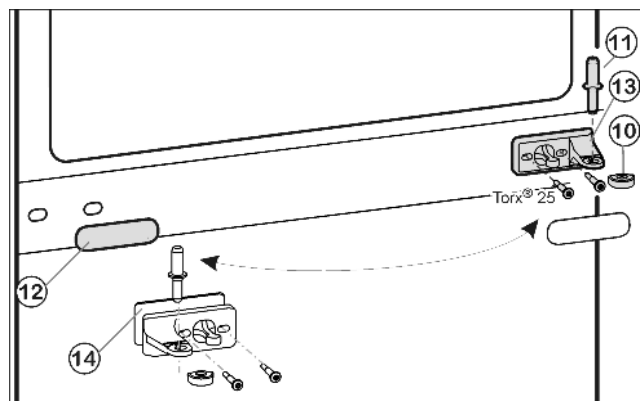
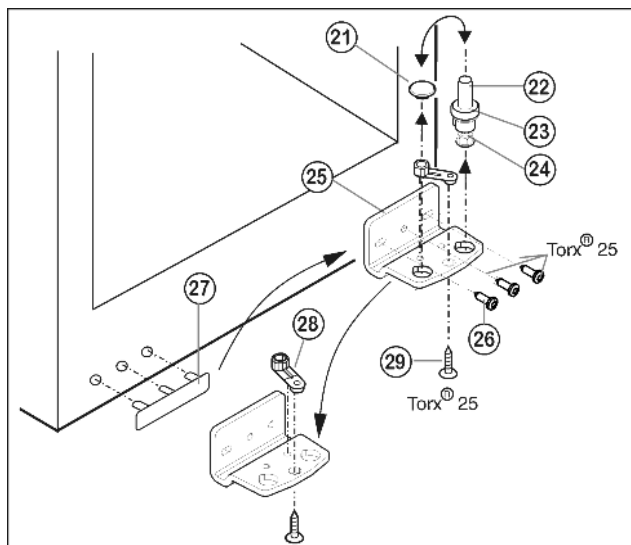

Fig. 8
Fig. 9
- ▶ Prostřední ložiskový čep Fig. 8 (11) vytáhněte ze stojanu ložiska a spodních dveří.
- ▶ Plastovou čepičku Fig. 8 (10) stáhněte.
- ▶ Stojan ložiska uprostřed Fig. 8 (13) odšroubujte (2 krát Torx® 25).
- ▶ Krytku Fig. 8 (12) opatrně stáhněte.
- ▶ Prostřední stojan ložiska Fig. 8 (13) s podložkou Fig. 8 (14) přišroubujte otočený o 180° na novou stranu závěsu (s 4 Nm).
- ▶ Krytku *Fig. 8 (12)* otočenou o 180° zasuňte na nové straně madla.
- ▶ Ložiskový čep *Fig. 9 (22)* včetně podložky *Fig. 9 (23)* a seřizovací nožky *Fig. 9 (24)* vytáhněte nahoru.
- ▶ Zátku *Fig. 9 (21)* odstraňte.
- ▶ Stojan ložiska *Fig. 9 (25)* odšroubujte *Fig. 9 (26)*.
- ▶ Ložiskový díl *Fig. 9 (28)* odšroubujte *Fig. 9 (29)* a přemístěte jej do protilehlého upínacího otvoru stojanu ložiska, pak ho znovu pevně přišroubujte.
- ▶ Krytku na straně madla *Fig. 9 (27)* opatrně vytáhněte a přemístěte na druhou stranu.
- ▶ Stojan ložiska *Fig. 9 (25)* na nové straně závěsu zase přišroubujte příp. pomocí akumulátorového šroubováku (momentem 4 Nm).
- ▶ Zátku *Fig. 9 (21)* zase vložte do druhé díry.
- ▶ Ložiskový čep *Fig. 9 (22)* včetně podložky a seřizovací nožky zase nasadte. Přitom dávejte pozor, aby zajišťovací vačka směřovala dozadu.
- ▶ Spodní dveře nasadte shora na spodní ložiskový čep *Fig. 9 (22)*.
- ▶ Plastovou krytku *Fig. 8 (10)* nasadte zase na prostřední stojan ložiska *Fig. 8 (13)*.
- ▶ Prostřední ložiskový čep *Fig. 8 (11)* vložte přes prostřední pouzdro ložiska *Fig. 8 (13)* do spodních dveří na nové straně závěsu.
- ▶ Horní dvířka usadte na prostředním ložiskovém čepu *Fig. 8 (11)*.
- ▶ Dveře případně pomocí obou podélných děr ve spodním stojanu ložiska *Fig. 9 (25)* a v prostředním stojanu ložiska *Fig. 8 (13)* vyrovnajte tak, aby lícovaly. Vyšroubujte prostřední šroub na stojanu ložiska dole *Fig. 9 (25)*.